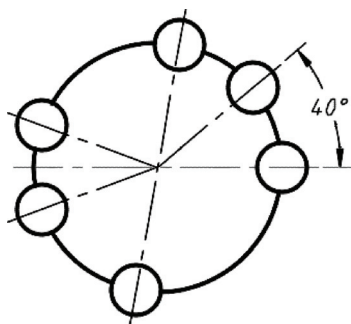

图 8-30 创建一个角度尺寸
- 2** 单击“角度”按钮 ,接着在图形中依次选择水平中心线 1 和倾斜的中心线 2,然后指定标注弧线位置,如图 8-30 所示。